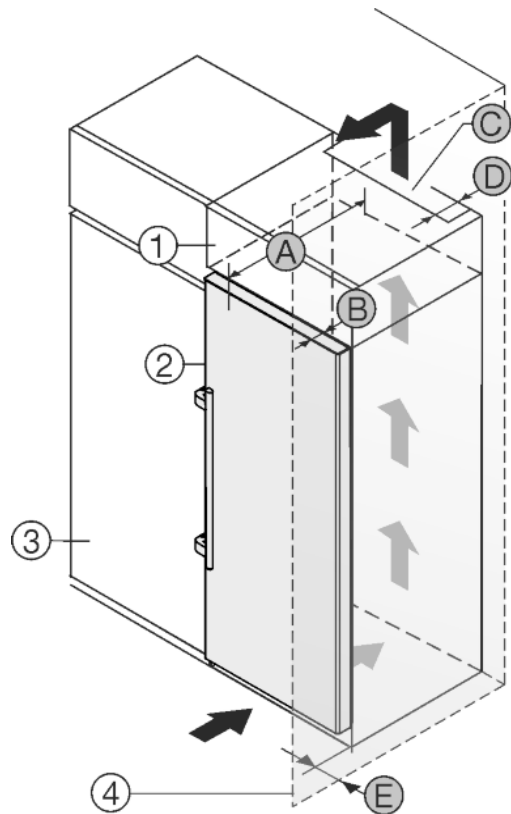

Fig. 25
Уредът може да е обграден с кухненски шкафове. За да изравните височината на уреда *Fig. 25 (2)* с височината на вградената кухня, над уреда може да се постави шкаф-пристрройка *Fig. 25 (1)*.
Уредът да се постави непосредствено до кухненски шкаф *Fig. 25 (3)*. За да могат вратите да се отварят изцяло, уредът трябва да е издаден с дълбочината *Fig. 25 (B)* спрямо лицето на кухненския шкаф. В зависимост от дълбочината на кухненските шкафове и използването на детайли за отстояние от стената, уредът може да излезе още по-напред.
- От задната страна на шкафа-пристрройка трябва да има вентилационен отвор с дълбочина *Fig. 25 (D)* по цялата ширина на шкафа-пристрройка.
- Под тавана на помещението трябва да се спази сечението за вентилация *Fig. 25 (C)*.
Когато уредът се поставя с пантите до стена *Fig. 25 (4)*, трябва да бъде спазено разстоянието *Fig. 25 (E)* между уреда и стената. Това отговаря на разстоянието, с което дръжките стърчат при отворена врата.